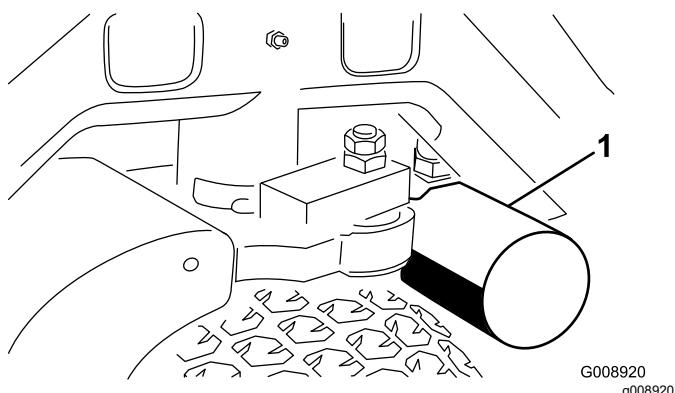
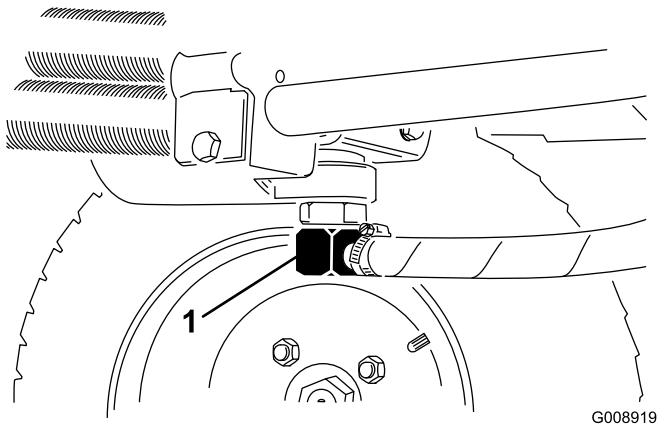

Figura 58
Figura 59
3. Limpe a zona de montagem do filtro. Coloque um recipiente de escoamento debaixo do filtro (Figura 58) e retire o filtro.
2. Desconecte as linhas hidráulicas (Figura 59) ou retire o filtro hidráulico (Figura 58) e deixe que o fluido hidráulico escorra para dentro de um recipiente de escoamento. Instale as linhas hidráulicas quando o fluido pare de escorrer.